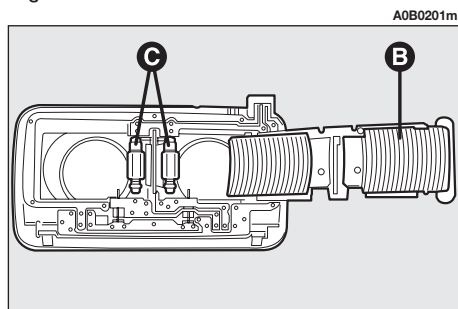

fig. 53
- Ouvrir le couvercle (**B-fig. 53**).
- Remplacer l'ampoule intéressée (**C-fig. 53**) en la tirant vers l'extérieur et en la dégageant des contacts latéraux; s'assurer que l'ampoule neuve soit bloquée correctement entre les contacts.